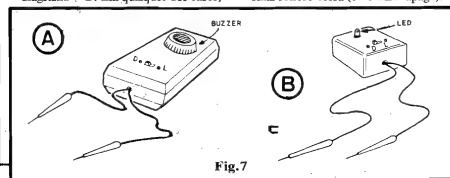

Fig. 7
- **FIG. 7 - O ACABAMENTO DO ANACON** - Em 7-A vemos a sugestão para o "encaixamento" do circuito num **container** tipo "caixãozinho de defunto", facilmente encontrável nas lojas. Essa disposição vale para a utilização do sinalizador (buzzer) originalmente indicado para o circuito... Quem preferir usar o LED indicador, poderá acomodar o circuito numa caixinha ainda menor, conforme sugere o diagrama 7-B. Em qualquer dos casos,
O mais interessante da utilização do BARRA-PISCA, contudo, é a possibilidade de se juntar diversas unidades para formar letras, palavras, desenhos, etc., conforme sugere a fig. 7... Graças ao seu formato (proposital para tais utilizações) em barra ou em linha, fica muito fácil compor padrões super-interessantes... O exemplo mostra o "nome de guerra" da nossa Revista, "feito" ou "escrito" com 16 BAPIS (BARRA-PISCAS)... Trata-se, obviamente, apenas de um exemplo, já que o Leitor, sem nenhuma dificuldade, poderá usar quantos BAPIS queira, estabelecendo displays visualmente bastante complexos, formando palavras longas e desenhos elaborados...